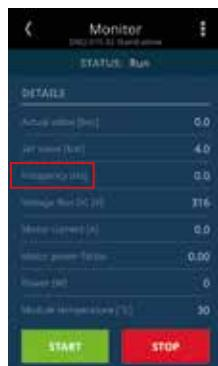

Figura 16 - Menu *MONITOR*
4. No menu *MONITOR* arraste a barra de rolagem e encontre o parâmetro *Frequency*, este mostrará a frequência atual do sistema, conforme Figura 16.